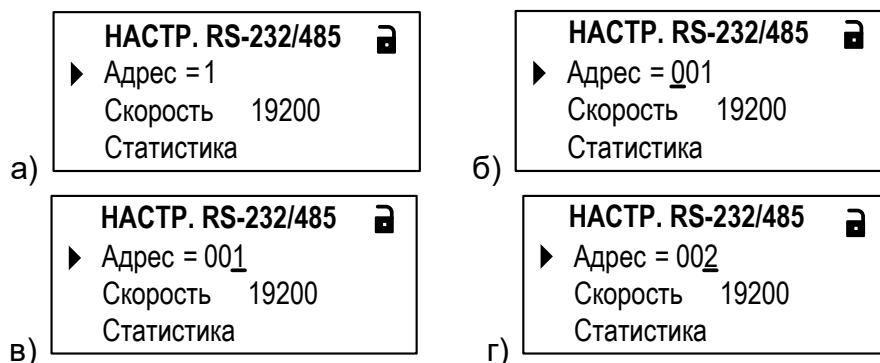

Рис.11. Вид окна индикации при вводе значения параметра поразрядно.
6.3.5.1. В соответствующем меню кнопками  ,  выбрать нужный параметр, установив курсор  слева от обозначения этого параметра (рис.11.а), и нажать кнопку  . При этом появляется индикация курсора — под старшим разрядом индицируемого числа (рис.11.б).
6.3.5.2. Кнопками  ,  установить курсор — под редактируемым значением разряда числа (рис.11.в), а кнопками  ,  установить требуемое значение для выбранного разряда (рис.11.г).